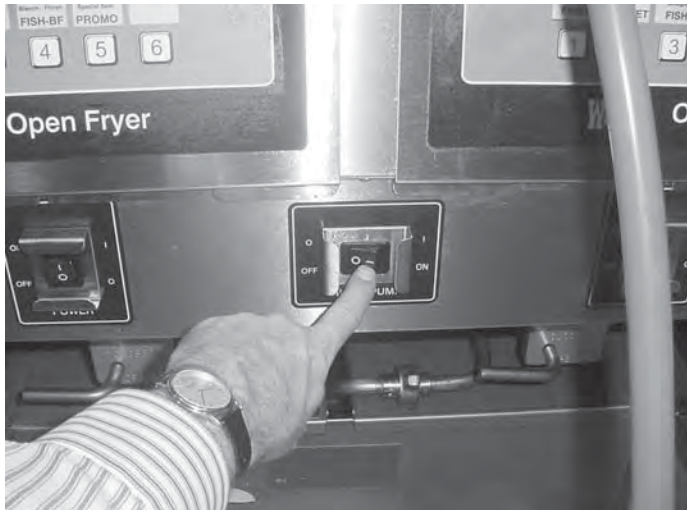

Figure 4
Joint Figure 4
6. Installer les écrous (précédemment retirés) sur les goujons filetés et les serrer à l'aide d'une clé plate ou à douille de 7/16 po. Une fois les écrous serrés, la partie inférieure du support serre le bec de la navette, assujettissant la rallonge. Figure 4.
5. Activer le moteur de la pompe jusqu'à ce que la valeur d'un bac à friture soit pompée du bac de vidange. Figure 4.